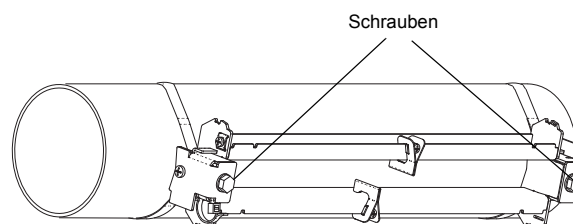

Abb. 9.38: Schiene am Rohr
- Befestigen Sie die Schiene mit den Schrauben an den Spannbandklammern (siehe Abb. 9.38).